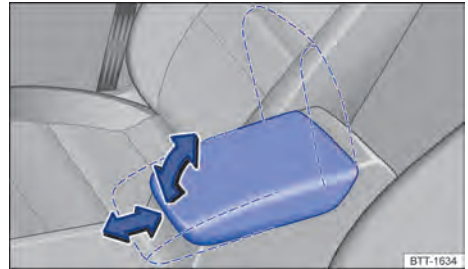

Fig. 103 Descansa-braço central (Variante 1).
- Para *levantar*: puxar o descanso-braço central gradativamente para cima no sentido da seta → Fig. 103.
- Para *ajustar longitudinalmente*: deslocar o descanso-braço central totalmente para frente → Fig. 103 ou totalmente para trás.